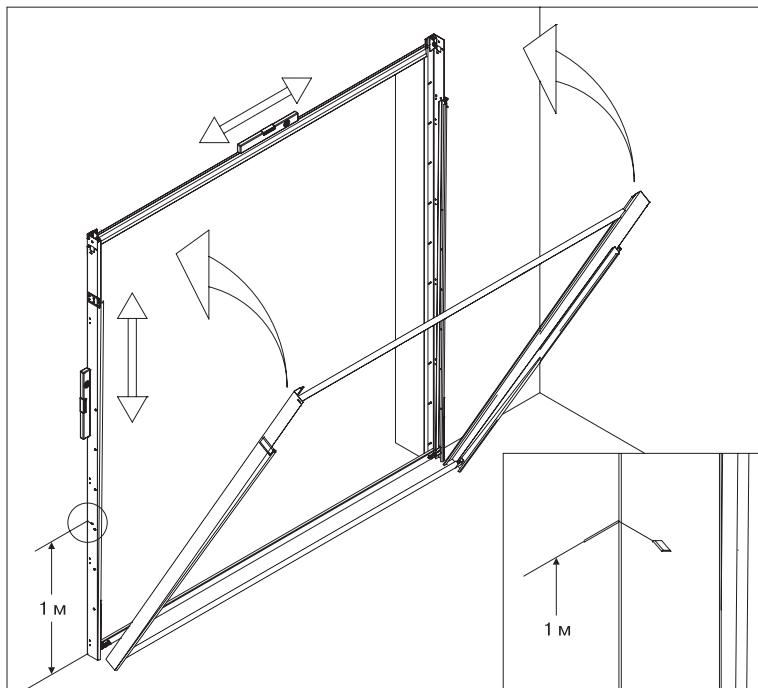

Рис. 8
- 3) выставить и зафиксировать рамку в вертикальной плоскости, совместив просечки в опорных стойках с метровыми метками на проеме (рис. 8);